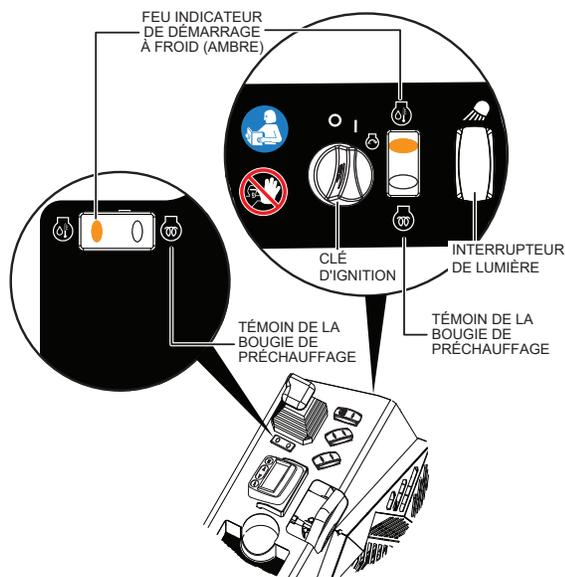

Figure 19. Emplacements des lampes à démarrage à froid
- Le témoin de démarrage à froid reste allumé (**AMBER**) jusqu'à ce que l'huile hydraulique atteigne 100 °F, comme illustré à la Figure 19 dans le circuit hydraulique ou à une durée par défaut de 30 minutes.